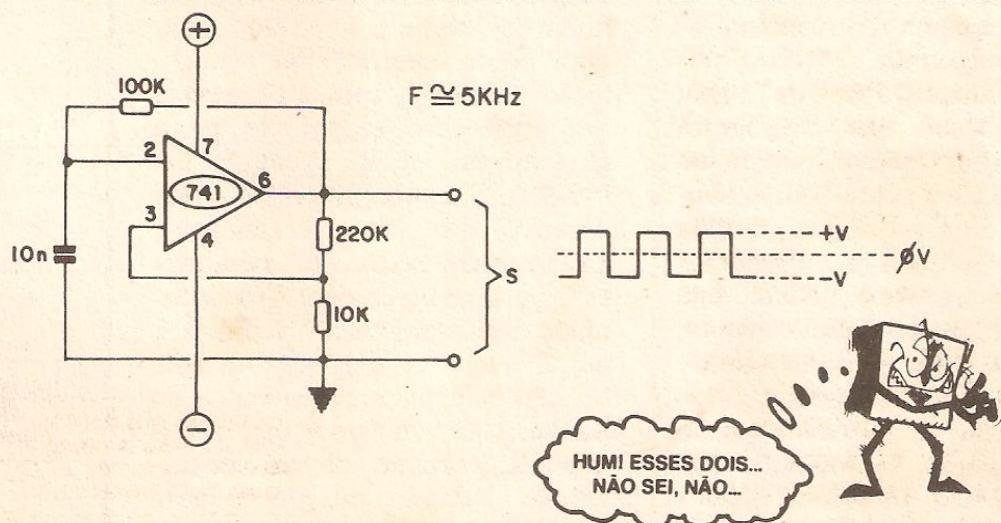

Fig. 16
- FIG. 16 - O 741 CCMO OSCILADOR - São várias as configurações nas quais podemos fazer um Amp.Op. oscilar... Algumas delas envolvem sofisticações e cuidados rigorosos, no sentido de determinar com grande precisão (e estabilidade...) a Frequência, com redes múltiplas RC, eventualmente em "ponte", em "Pf", em "T", etc. Tais casos particulares serão eventualmente vistos, em seus aspectos Teóricos, se e
quando forem realmente utilizadas as configurações em eventuais montagens práticas, no futuro... O diagrama da fig. 16, contudo, mostra o arranjo elementar de oscilação para um Amp.Op. como o 741: a primeira providência é efetuar-se a realimentação positiva (nós queremos que o amplificador fique "instável"...). Assim, parte do sinal presente na Saída (pino 6) é re-dirigida à Entrada Não Inversora (pino 3), sendo que a "dose" de realimentação é determinada pelos valores dos resistores presentes no divisor de Tensão (no caso, 220K e 10K...). Para a determinação do ganho do bloco, temos que nos valer do controle da realimentação negativa, entre a Saída e a Entrada Inversora (pino 2), o que é feito, no circuito exemplo, pelo resistor de 100K. Finalmente, a "temporização" ou defasamento necessário à manutenção da oscilação e fixação da Frequência, é promovido pela presença do capacitor (10n, no exemplo). Na verdade, todos os componentes externos ao Amp.Op. são, em maior ou menor grau, "responsáveis" pela Frequência da oscilação, mas, na prática, podemos considerar que o ritmo da manifestação será inversamente proporcional ao valor do capacitor (maior valor = Frequência mais baixa, menor valor = Frequência mais alta...). Como geralmente pré-fixamos o ganho, não é comum que num circuito de oscilador com Amp.Op. recorrermos a modificações calculadas no resistor de realimentação (100K).